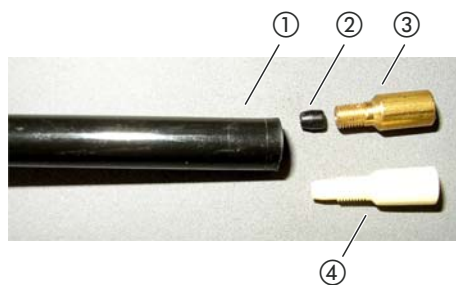

Fig. 6: Filtro capilar
- 3 Monte a vedação esférica, veja Fig. 6, na página 19.